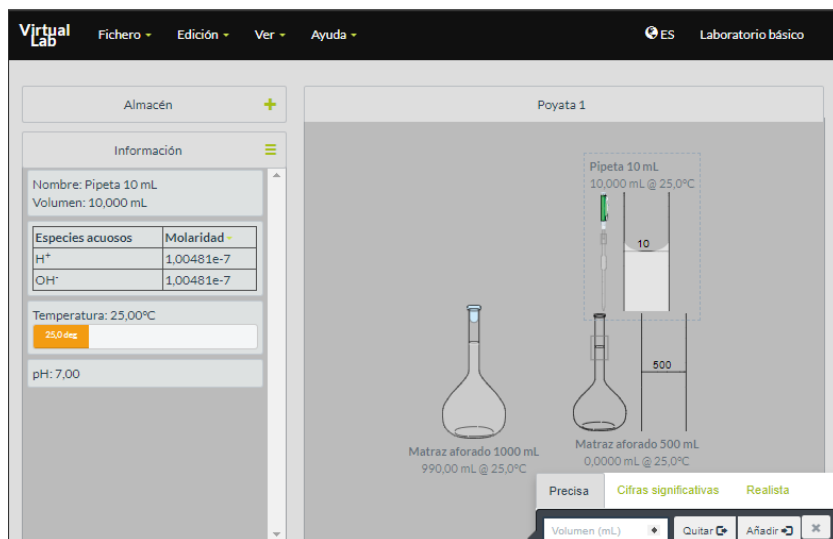

Figura 8. Simulador *Making stock solutions from solids*.
9. Elija un matraz volumétrico de 500 [mL] del **Almacén** y vierta los 10 [mL] de la disolución madre con ayuda de la pipeta. Para ello, coloque dicha pipeta sobre el matraz volumétrico de 500 [mL] y añada el volumen requerido (figura 8).